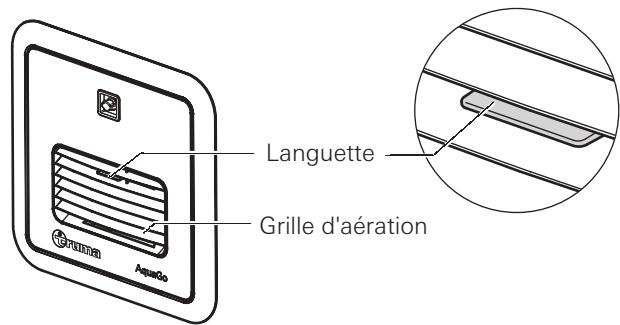

Fig. 7
10. Vérifiez la position du bouchon. Vous devez être en mesure de voir la languette qui ressort à l'avant de la grille d'aération – comme indiqué à la Figure 7.